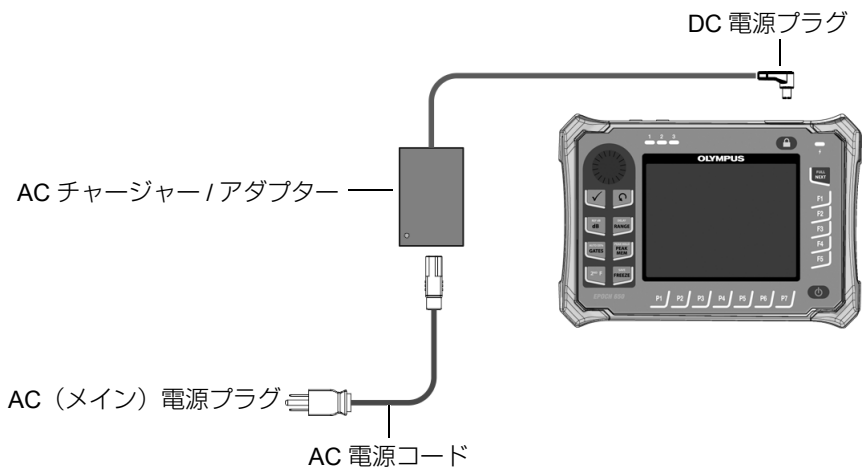

図 2-2 チャージャー / アダプターの接続
1. チャージャー / アダプターに電源コードを接続した後、適切な電源コンセントに接続します (46 ページの図 2-2 「チャージャー / アダプターの接続」参照)。